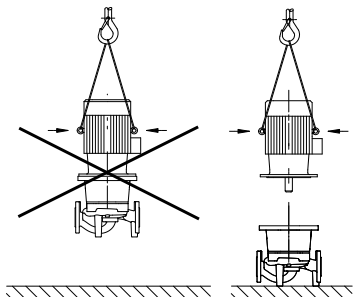

Рис. 8: Транспортировка электродвигателя
- Проушины для транспортировки на электродвигателе служат только для транспортировки электродвигателя, транспортировка всего насоса с их помощью недопустима (рис. 8).